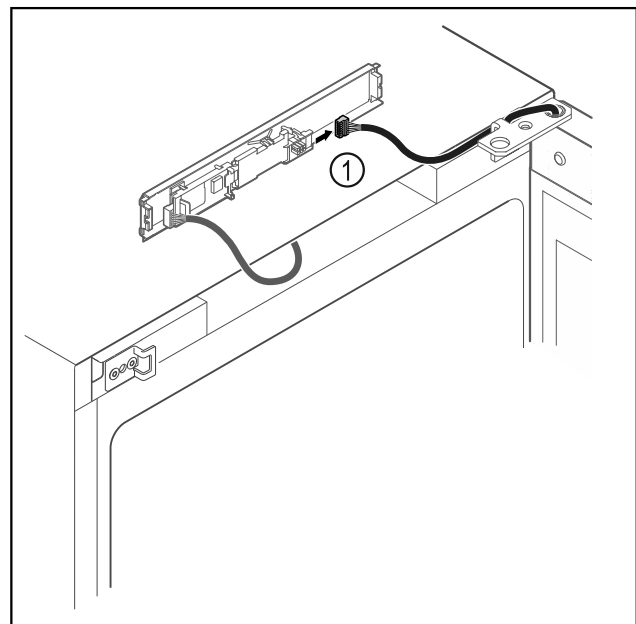

Fig. 17
- Ištraukite iš plokštės kištuką Fig. 17 (1).